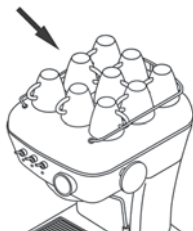

figure 6
- Le porte-filtre ❷ doit toujours être en place sur la machine ❸ de manière à rester chaud (en position fermée).
- Placez les tasses sur le chauffe-tasses ❹. La chaleur (température optimale 40 °C / 105 °F) améliore l'expresso. (voir fig. 6)